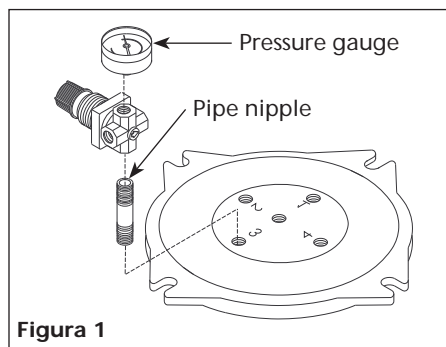

Figura 1
- Conecte el regulador a la tapa del tanque de pintura tal como se indica en la Figura 1: